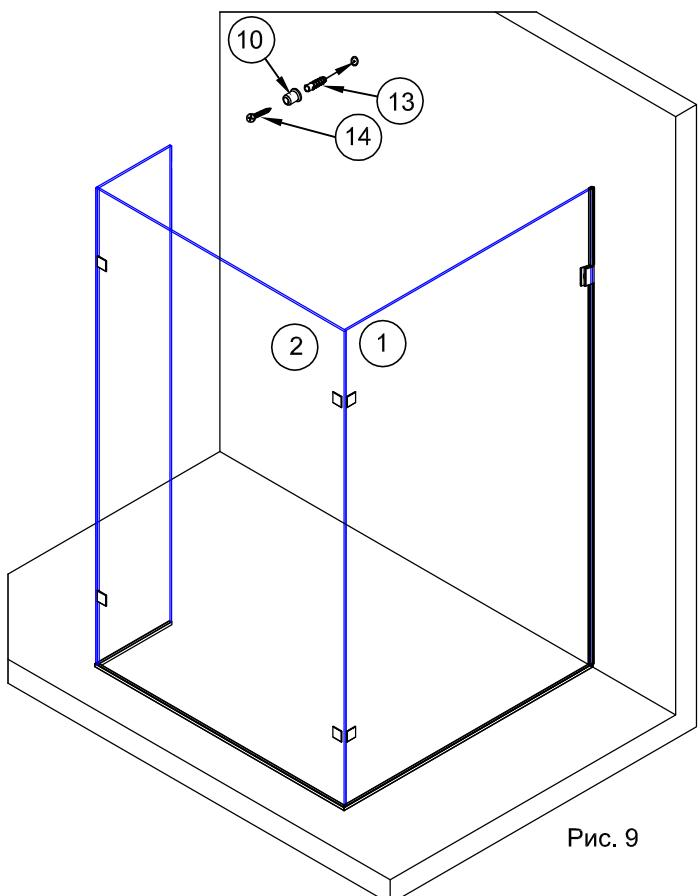

Рис. 9
3.4. Выполнить сверление отверстия в стене по разметке (рис.9). Диаметр отверстия 8мм , глубина не менее 40 мм.
Вставить в отверстие дюбель №13. При необходимости использовать молоток. (рис.9).